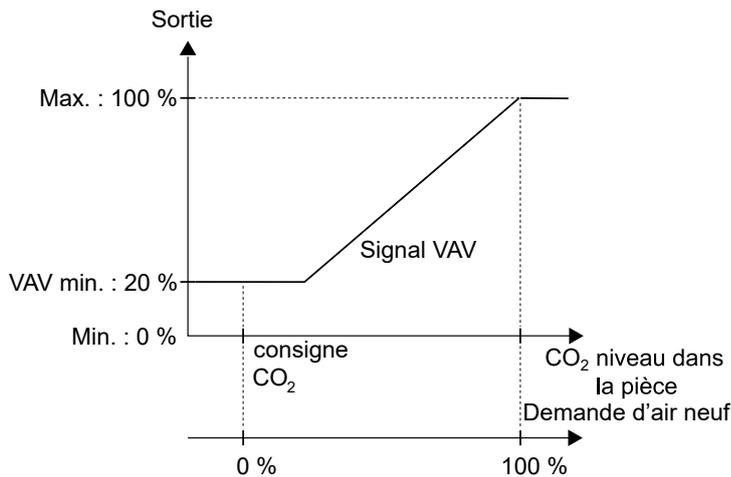

Fig. 2-43 Fonctionnement de régulation CO2
*Fig. 2-43* illustre le fonctionnement de régulation pour le contrôle de CO2 lorsqu'une limite minimum est configurée pour le signal de sortie VAV.